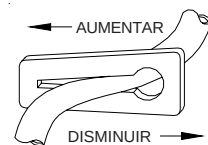

FIG. 6
- **Ajuste la cantidad de agua.** Su enfriador viene equipado con una válvula especial que mide el agua (fig. 6). La cantidad de agua que llega a los filtros puede ser disminuida presionando la válvula de plástico en el sentido indicado por las flechas. Si el agua se desborda de los canales, puede ser necesario disminuir el flujo de agua. Revise y vea que todos los filtros estén empapados de agua y no tengan partes secas o agujeros en los filtros.